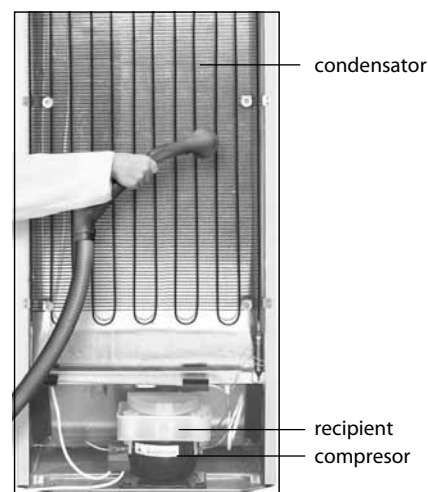

Figura 7
3.5 În frigider se utilizează sistemul de dezghețare automată. Picăturile care apar pe partea din spate a frigiderului, se scurg în recipient, după cum se arată în figura 4, și printr-o gaură intră în vasul plasat pe compresor, așa cum se arată în figura 7, și se evaporă.
ATENȚIE!! De cel puțin două ori pe an, în timpul curățirii frigiderului aspirați peretele din spate al frigiderului și condensatorul așa cum se arată în figura 7, îndepărtând aparatul de la perete.